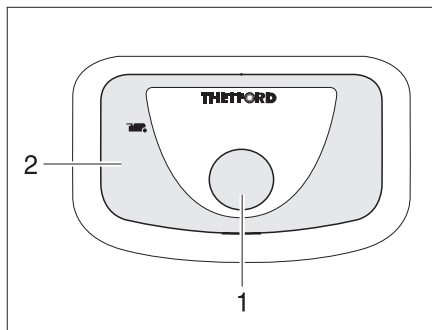

Fig. 348 Botón del inodoro/luz de control del inodoro Thetford
- Para lavar, pulsar el botón del inodoro azul (Fig. 348,1).
La luz de control (Fig. 348,2) se enciende cuando es necesario vaciar el cassette Thetford.
- Desplazar la palanca de corredera (Fig. 348,1) en sentido de las agujas del reloj. Se cierra la corredera. Para el vaciado debe estar cerrada la corredera en el inodoro Thetford.